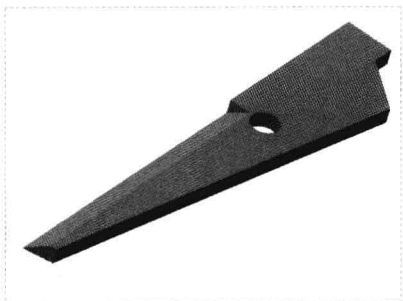

图 15-55 创建拉伸切除特征
Step 06 返回“拉伸”选项卡，设置拉伸类型为“穿透”，单击“移除材料”按钮，然后单击“应用并保存在工具中所做的所有更改，然后关闭工具操控板”按钮，完成拉伸切除特征的创建，如图 15-55 所示。